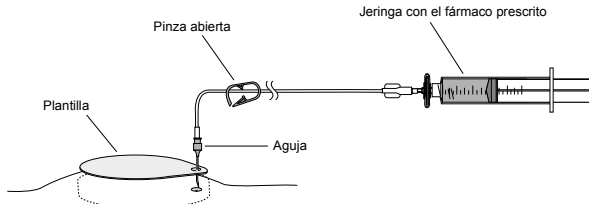

Figura 11. Abra la pinza e inyecte en el portal de acceso al catéter.
6. Conecte la jeringa con el fármaco prescrito y el filtro al juego del tubo de extensión (Figura 11).
7. Abra la pinza e inyecte directamente con un ritmo de infusión de 5 mL por minuto como máximo (Figura 11).